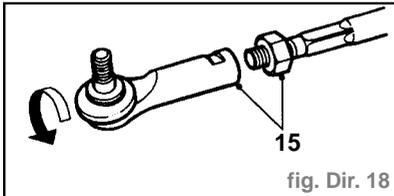

fig. Dir. 18
- Desserrer les contre-écrous (15) et déposer les extrémités de barre d'accouplement de la crémaillère de direction (Fig. Dir.18).